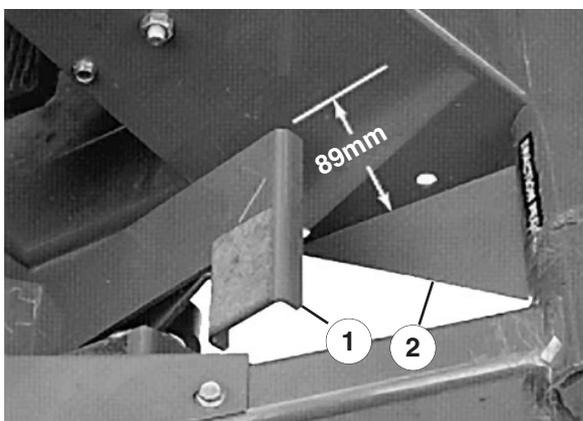
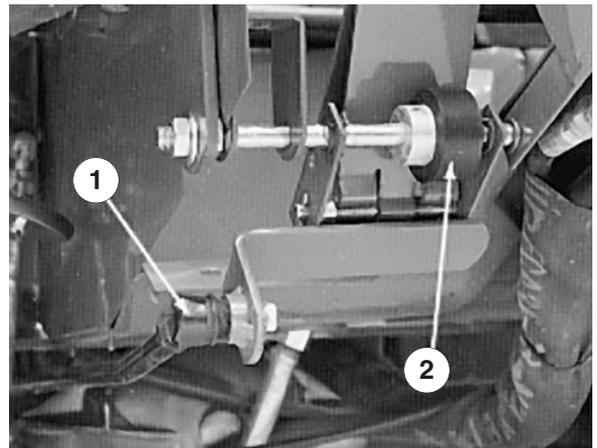

Bild 37
Bild 38
2. Treten Sie die Vorderseite des Fahrpedals durch, um festzustellen wie weit Sie durchdrücken können. Wenn das Pedal ganz durchgetreten wird, sollte zwischen dem Pedalende und der Bodenplatte ein Abstand von circa 89 mm sein (Bild 37). Stellen Sie die Pumpsteuerungsstange ein (Bild 38), um den richtigen Abstand zu erreichen.
1. Lösen Sie die beiden Muttern, mit denen die Fahrpedalwelle an der rechten Seite des Pedals angebracht ist (Bild 38).